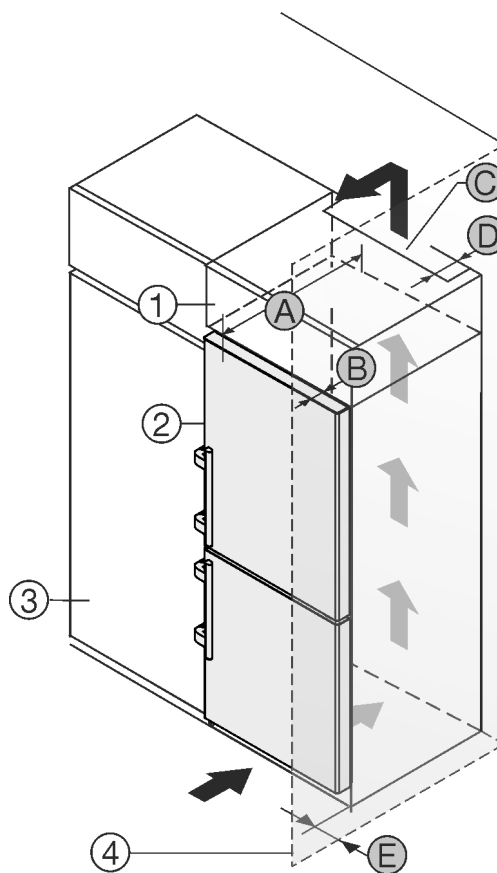

Fig. 2
- (1) Дополнительный шкафчик*
- (2) Устройство*
- (3) Кухонный шкаф*
- (4) Стена*
- (A) Глубина устройства*
- (B) Глубина двери*
- (C) Вентиляционное сечение*
- (D) Расстояние до обратной стороны устройства*
- (E) Расстояние до стороны устройства*
Установите устройство непосредственно рядом с кухонным шкафом Fig. 2 (3)*.
На задней стенке дополнительного шкафчика должен быть вентиляционный канал с глубиной Fig. 2 (D) по всей ширине этого шкафа.*
Нужно соблюдать вентиляционное отверстие Fig. 2 (C) под нижней панелью.*
Если устройство установлено на шарнирах у стены Fig. 2 (4), то расстояние между устройством и стеной должно быть не менее 57 мм. Настолько выступает ручка при открытой дверце.*
Чтобы можно было полностью открыть двери, устройство должно выступать на глубину двери Fig. 2 (B) относительно передней стенки кухонного шкафа. В зависимости от глубины кухонных шкафов Fig. 2 (3) и использования пристенных распорок устройство может выступать и больше.*